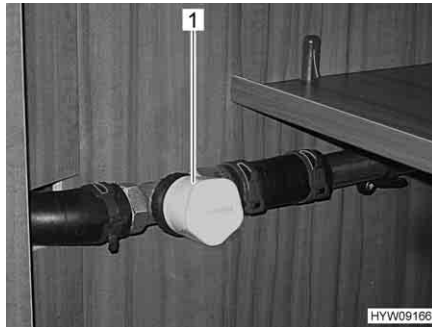

Fig. 161 Valvola di chiusura (zona di coda)
- Per aumentare la potenza di riscaldamento: Ruotare la valvola di chiusura (Fig. 161,1) in senso antiorario.
- Per ridurre la potenza di riscaldamento: Ruotare la valvola di chiusura (Fig. 161,1) in senso orario.